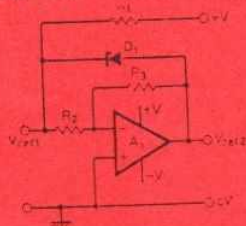

Fig. 2
Pour pallier cet inconvénient on place la Zener dans le circuit feedback de l'ampli opérationnel comme indiqué dans la figure 2. Ce montage procure deux tensions de référence de polarités opposées et dans le cas où $R_2 = R_3$, on obtient $V_{ref 1}$ et $V_{ref 2}$ d'amplitude égale et valant $V_Z/2$.